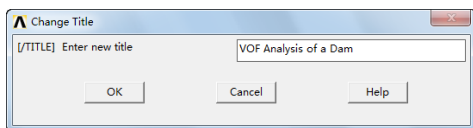

图 7-42 “Change Title”对话框
②定义工作标题: 依次选择 Utility Menu→File→Change Title, 会出现“Change Title”对话框, 在对话框中输入工作标题“VOF Analysis of a Dam”, 如图 7-42 所示, 单击“OK”按钮关闭对话框。